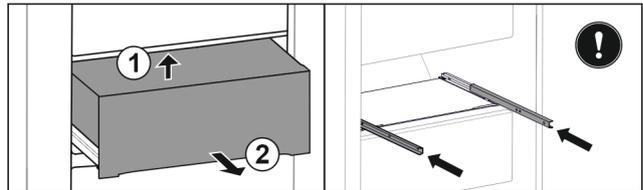

Fig. 29 *
- ▶ Підняти знизу назад Fig. 29 (1)*
- ▶ Витягнути вперед Fig. 29 (2)*